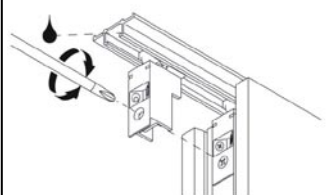

Abbildung 5
- 2) Führungsgleiter auf die Getriebeseite des Flügels einschrauben (Abbildung 5).
- 6) Flügel einhängen und die Führungsgleiter beidseitig verschrauben (Abbildung 5).